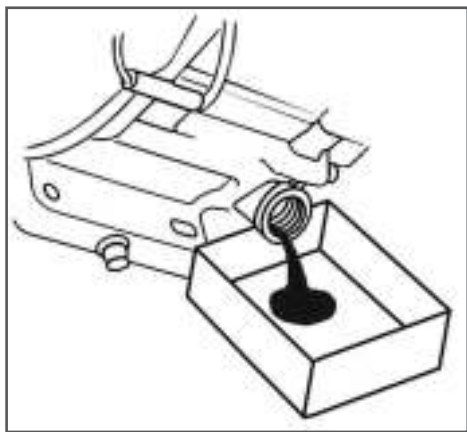

Рис. 20 Замена моторного масла
- (1) Техническое обслуживание должно осуществляться более часто, при работе в пыльных условиях.
(2) Данный вид работ необходимо выполнять в авторизованном сервисном центре.
6. С помощником наклоните скарификатор в сторону маслозаливной горловины двигателя и слейте отработанное масло через маслозаливную горловину в подготовленную для этого емкость (Рис. 20).